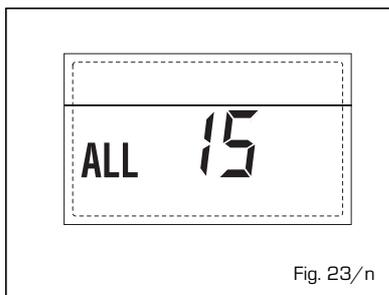

Fig. 23/n
- INTERVENTO TERMOSTATO SICUREZZA PRIMA ZONA MISCELATA "ALL 20" (fig. 23/p)